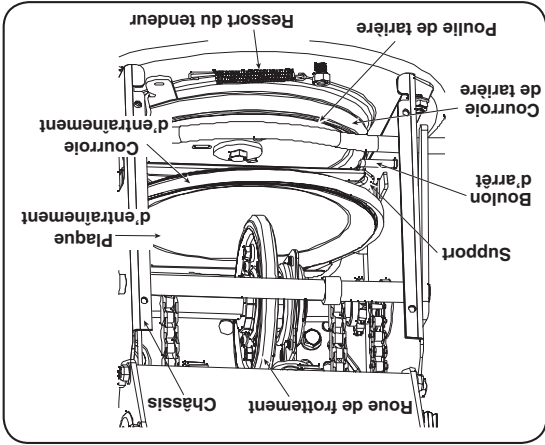

Figure 6-7
- Dégagez la courroie de transmission de la poulie et de l'espace entre la roue de frottement et la plaque d'entraînement. Voir la Figure 6-7.
5. Débranchez le ressort de la poulie de tension du boulon hex. qui se trouve sur l'habitacle des tarières. Voir la Figure 6-7.
6. Dévissez le boulon d'arrêt jusqu'à ce que le support repose sur la poulie des tarières. Voir la Figure 6-7.
7. Dégagez la courroie de tarière de la poulie de tarière et faites glisser la courroie entre le support et la poulie. Voir la Figure 6-7.